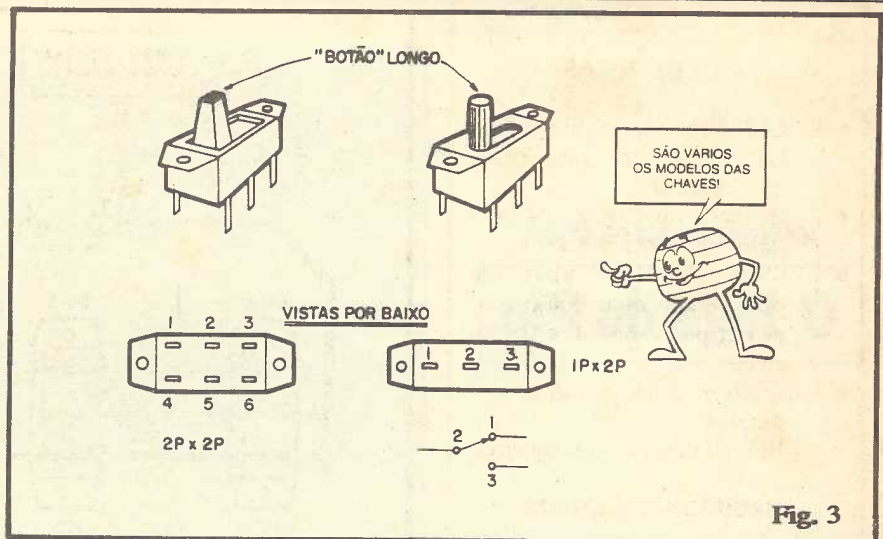
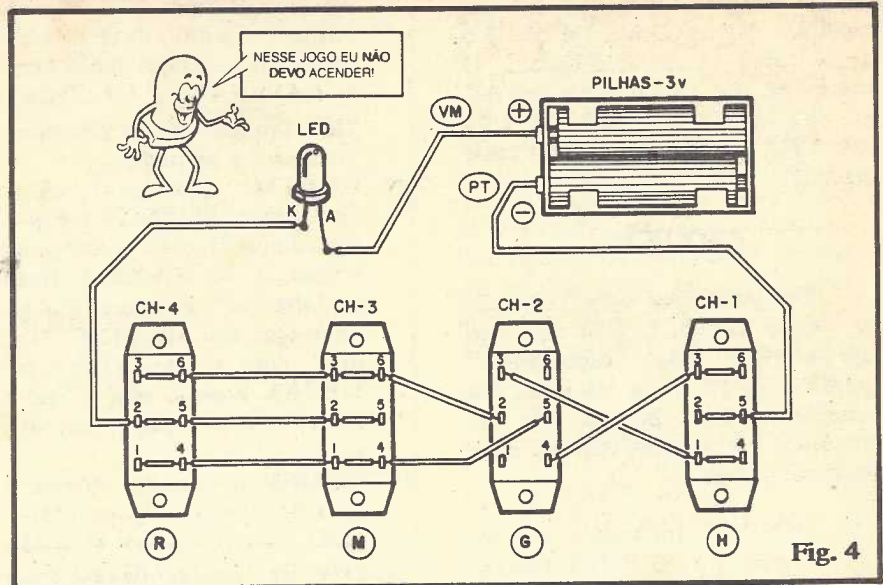

Fig. 3
Fig. 4
- FIG. 3 - Para maior conforto aos jogadores, convém que a montagem seja feita com 4 chaves de botão mais longo do que o convencional das chaves H-H standart. Entretanto, se o Leitor/Aluno não puder obter essas chaves com botões mais longos, nada impede que realize o JOGO DO RIO com chaves comuns. Observar, ainda na fig. 3, o "lado de baixo" das chaves, vendo-se à esquerda a de 2 polos x 2 posições e, à direita, a de 1 polo x 2 posições. Observar a numeração atribuída aos terminais, para fins de identificação, durante as ligações (esses números **não estão lá**, nas chaves "reais"...). Notar ainda o símbolo da chave de 1 polo x 2 posições (compare-o com o símbolo das chaves 2 polos x 2 posições, na fig. 4-C da FONTE DE ALIMENTAÇÃO, af atrás). Como as chaves de 1 polo x 2 posições (direita) às vezes não são tão fáceis de obter quanto as de 2 polos x 2 posições, estas últimas podem ser adquiridas e, através da união dos seus terminais 1-4, 2-5 e 3-6, "transformadas" em
- FIG. 4 - Chapeado da montagem (vista real dos componentes, já interligados). Notar que as quatro chaves são observadas **por baixo** (pelos terminais...) e que todas as suas "perninhas" estão devidamente numeradas (como na fig. 3) de modo a não deixar dúvidas quanto às ligações. Os principais cuidados devem ser: